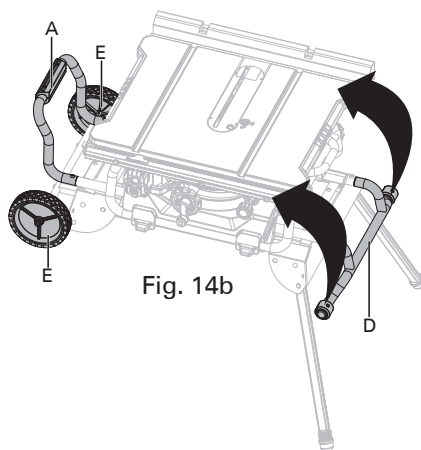
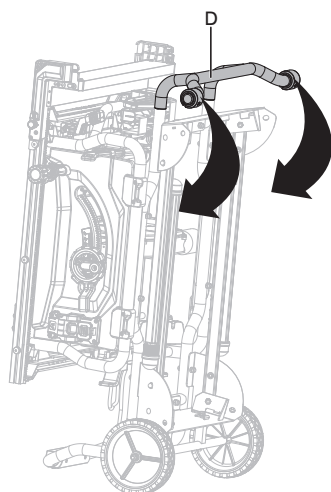
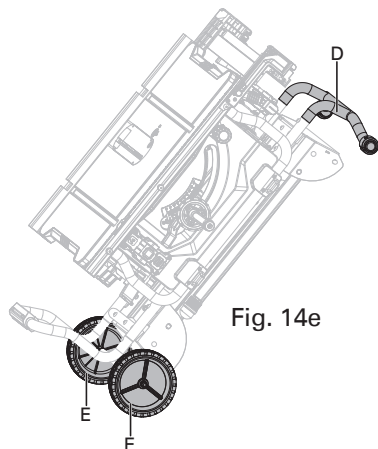

Fig. 14b
Fig. 14d
Fig. 14e
- Agarre el conjunto del caballete de soporte (A), levántelo hasta que las dos patas de soporte (B) (ubicadas en el lateral de la rueda) dejen de tocar el suelo y pliegue las dos patas de soporte hacia dentro (B). Para ello, presione las clavijas de bloqueo (C) hasta que desbloqueen las patas de soporte (B) de los orificios y, luego, oscile las patas de soporte (B) hacia arriba hasta que las patas de soporte se bloqueen con las clavijas de bloqueo (C) y encajen en los orificios.
- Agarre el asidero I (D) e incline la sierra hacia las ruedas hasta que el soporte quede equilibrado en las ruedas (E) y el conjunto del caballete de soporte (A) (Fig. 14b-14c).
- Pliegue las otras dos patas de soporte hacia dentro (F). Para ello, presione las clavijas de bloqueo (G) hasta que desbloqueen las patas de soporte (F) de los orificios y, luego, oscile las patas de soporte hacia abajo hasta que las patas de soporte se bloqueen con las clavijas de bloqueo (G) y encajen en los orificios.
- Agarre el asidero I (D) firmemente e incline la sierra hacia usted, presione la sierra hasta la ubicación que desee (Fig. 14e) y abra el soporte o guarde la sierra (Fig. 14d y 14f) en un entorno seco.